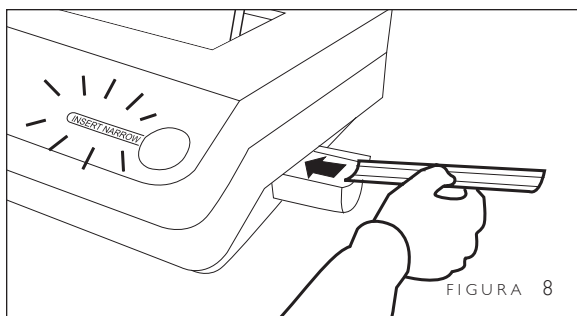

FIGURA 8
6. Inserte la lomera en el alimentador de lomerías ubicado del lado derecho de la encuadernadora (Figura 8).